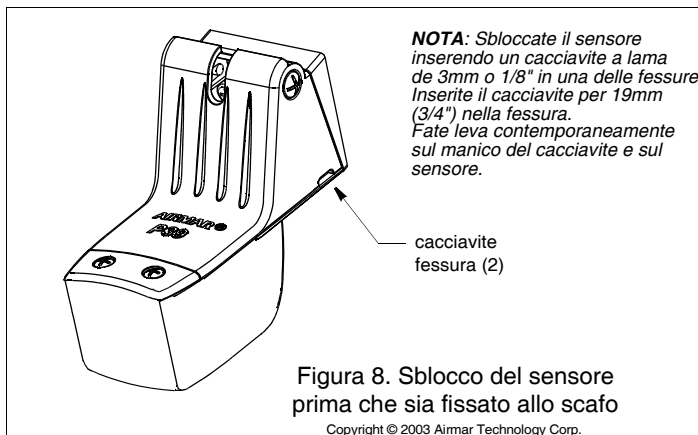

Figura 8. Sblocco del sensore prima che sia fissato allo scafo
- **Prima dell'installazione**-Se il sensore è agganciato alla staffa ma non fissato allo scafo, utilizzate questo metodo. Sbloccate il sensore inserendo un cacciavite a lama da 3mm o 1/8" in una delle fessure sul lato del sensore (Figura 8). Verificate di avere inserito il cacciavite per 19mm (3/4") nella fessura. Fate leva contemporaneamente sul manico del cacciavite e sul sensore.